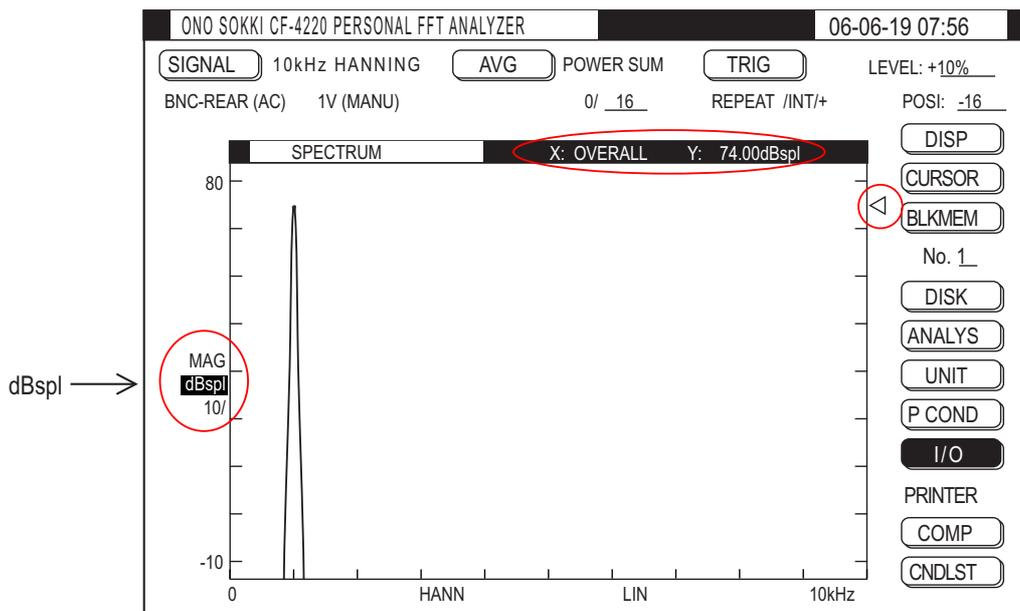

図 15
- (6-4) SELECT スイッチを押すと2次ページが閉じ、「UNIT」ページのEUの項が「EU:9.8352E-05V/EU」などと自動的に校正値が計算され設定されます。サーチの値が「X: OVERALL Y: 74.00dB」と表示されます。Y軸のスケールも自動的に変わります。(図 15)
- (6-8) 「UNIT」ページの「END」にジョグカーソルを合わせ、SELECT スイッチを押すと「UNIT」ページが閉じて、設定が確定します。図 15 で「dBV」が「dBspl」に変わります。